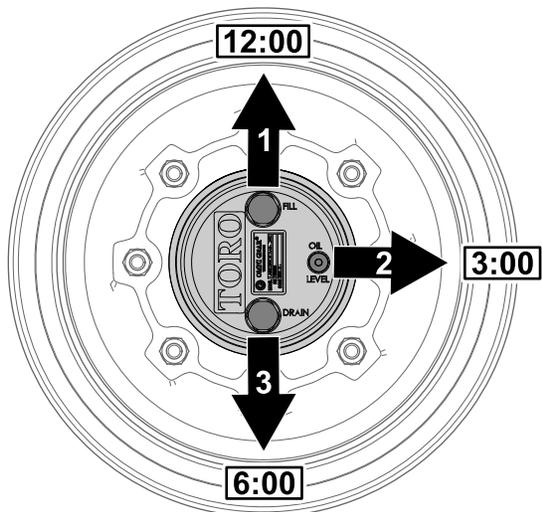

Figura 65
1. Estacione a máquina numa superfície plana, posicione a roda de forma a que o tampão de enchimento fique na posição das 12 horas, o tampão de verificação fique na posição das 3 horas e o tampão de drenagem fique na posição das 6 horas (**Figura 65**).
tampão de verificação fique na posição das 3 horas e o tampão de drenagem fique na posição das 6 horas; consulte Figura 65 em Verificação do lubrificante da transmissão da engrenagem planetária (página 61).